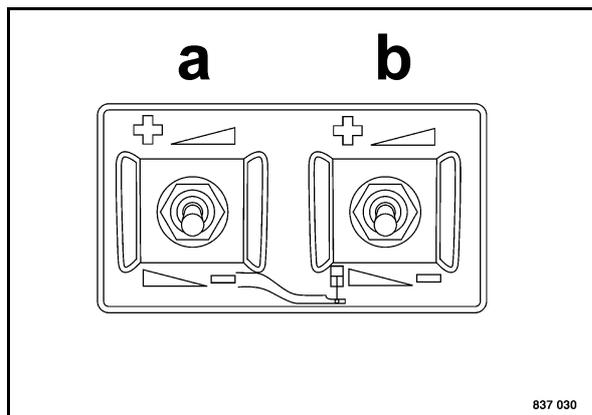

Fig. 93
- Impostare lo spessore del materiale sul lato sinistro a (Fig. 93), destro (b).